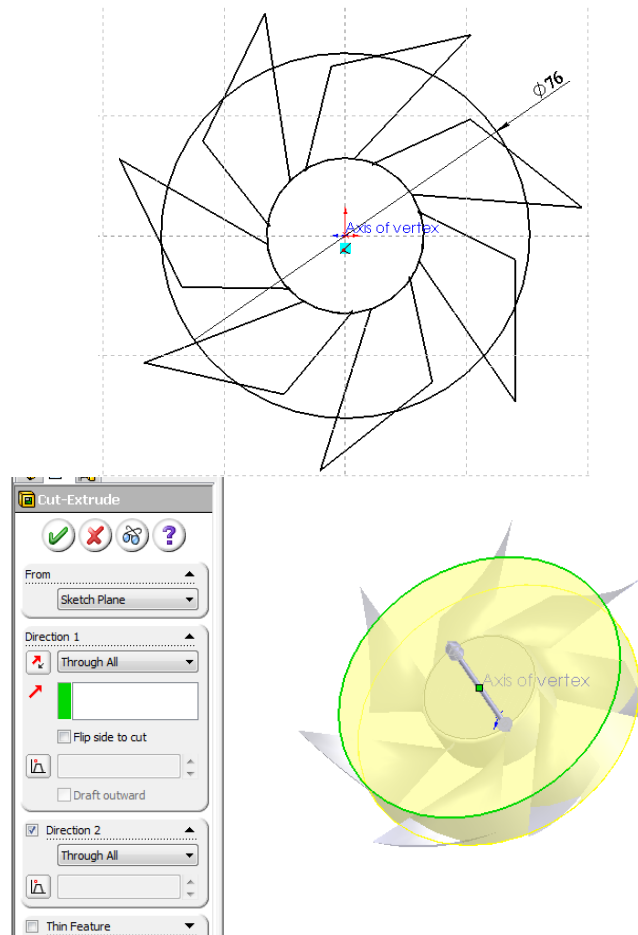

Рис. 5.1.18. Виріз діаметром 76мм у вертушці із вирізанням зовнішньої частини контуру
11. Вертушка установлюється у циліндричний корпус діаметром 76мм. Для цього запустіть інструмент ВЫТЯНУТЫЙ ВЫРЕЗ і виберіть одну з основ циліндра. Нарисуйте ескіз на рис. 5.1.18. Зробіть виріз ЧЕРЕЗ ВСЕ в обох напрямках. Поміняйте сторону для вирізу (FLIP SIDE TO CUT)